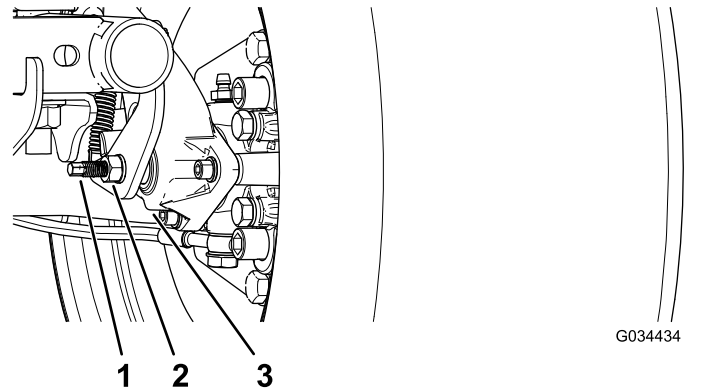

Bild 52
3. Verwenden Sie zwei Schraubenschlüssel und arretieren Sie die Strebe an der Bremsbacke mit einem Schraubenschlüssel und lösen Sie die Klemmmutter um eine Vierteldrehung mit dem anderen (Bild 52).
4. Halten Sie die Strebe zum Einstellen und die Klemmmutter fest und drehen Sie die Strebe zum Einstellen, um sie anzuziehen (Bild 52).
5. Halten Sie die Strebe zum Einstellen und die Klemmmutter fest und drehen sie um eine Vierteldrehung heraus (Bild 52).
6. Halten Sie die Strebe zum Einstellen und die Klemmmutter fest und ziehen Sie die Klemmmutter an (Bild 52).